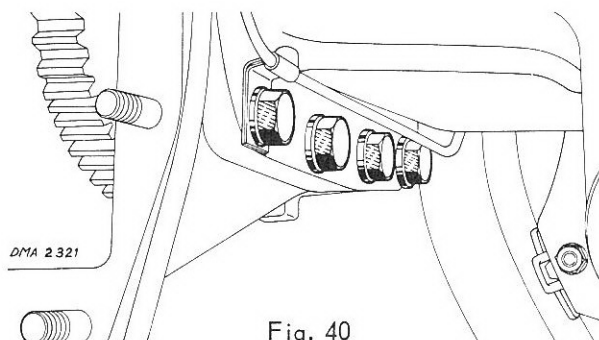

Fig. 40
- dévisser les vis de fixation sous le tracteur (fig. 40).